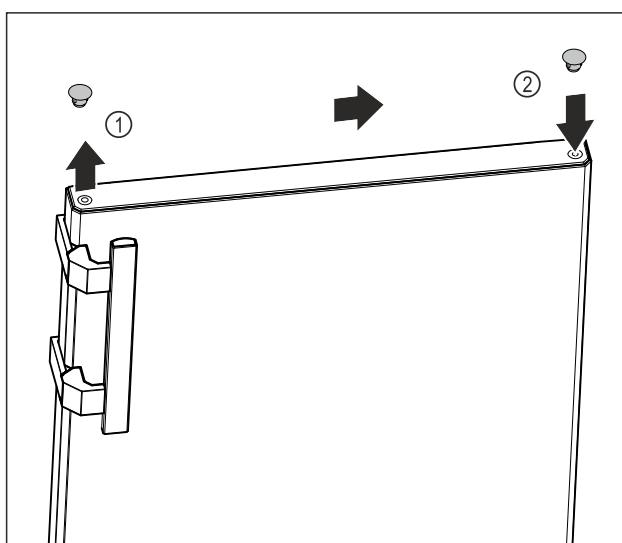

Fig. 10
- Обережно підніміть заглушки у верхній частині дверцят Fig. 10 (1) за допомогою шліцевої викрутки.
- Вставте заглушки з протилежного боку. Fig. 10 (2)